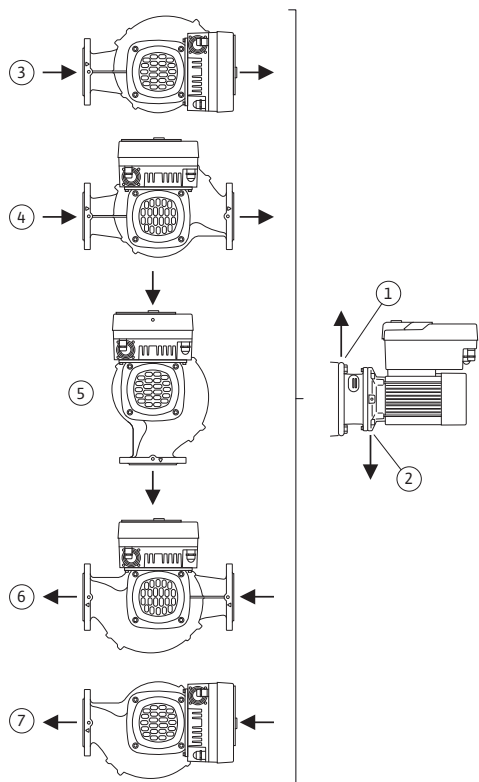

Fig. 9: Tillåtna monteringslägen med horisontell motoraxel
De tillåtna monteringslägena med horisontell motoraxel och elektronikmodul uppåt (0°) visas i Fig. 9.
Avluftning av pumpen garanteras endast om avluftningsventilen pekar uppåt (Fig. 9, pos. 1).
Endast i denna position (0°) kan det kondensat som bildas föras bort via ett tillgängligt borrhål, pumplanterna samt motor (Fig. 9, pos. 2).